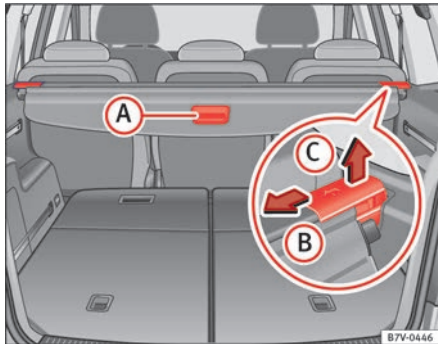
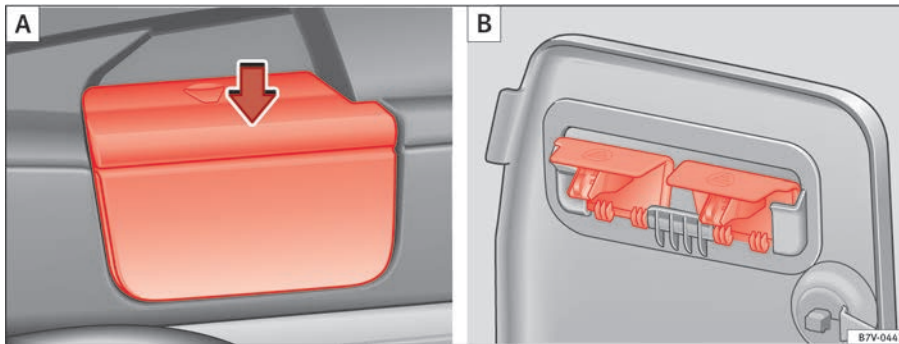

Abb. 91 Im Gepäckraum:
Abb. 92 Abdeckung der Aufnahme der Gepäckraumabdeckung abnehmen (A) und sicher verstauen (B).
- Gepäckraumabdeckung am Griff ⇒ Abb. 91 (A) etwas nach hinten ziehen.
- Abdeckungen der Aufnahmen in den Seitenverkleidungen ⇒ Abb. 92 (A) abnehmen. Dazu von oben auf die Abdeckung drücken (Pfeil) und Abdeckung abziehen.
- Öffnen Sie das Ablagefach in der Seitenverkleidung hinten links im Gepäckraum ⇒ Seite 148 und hängen Sie die Gepäckraumabdeckung an der Rückseite des Ablagefachdeckels ein (B).
- Gepäckraumabdeckung in Pfeilrichtung zusammendrücken ⇒ Abb. 91 (B).